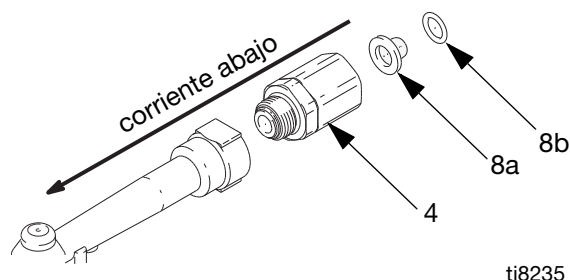

FIG. 24
2. Desenrosque la manguera de la pieza giratoria (4) (FIG. 24).
3. Retire la junta tórica (8b) y el filtro (8a) del interior de la pieza giratoria (4) con un extractor de juntas tóricas (FIG. 24).
4. Introduzca el nuevo filtro (8a) en la rótula (4) y asegúrese de que está bien asentado (FIG. 24).
5. Vuelva a poner la junta tórica (8b) (FIG. 24).
6. Vuelva a enroscar la manguera en la pieza giratoria (4) (FIG. 24).
NOTA: Oriente el nuevo filtro (8a) de manera que el lado cóncavo de la malla quede mirando corriente abajo, como se muestra en la FIG. 24.